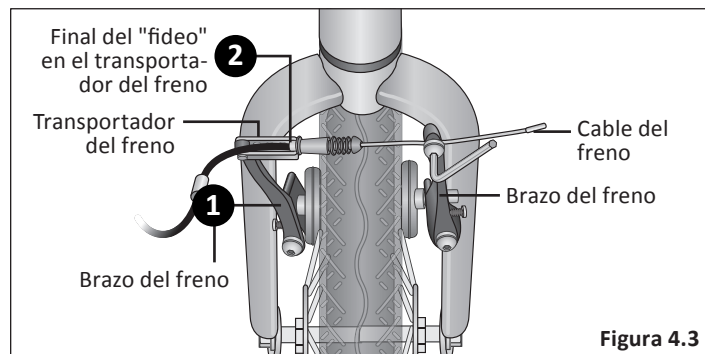

Figura 4.3
- 1 Apriete los dos brazos del freno uniéndolos hasta que las zapatas del freno toquen el rin. **Figura 4.3**